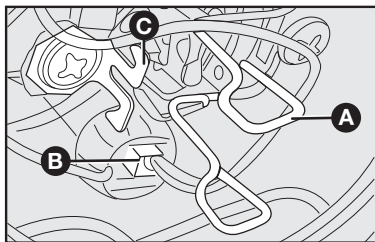

fig. 27
2) Soltar o conector **B-fig. 27**;
3) Apertar para baixo a presilha **A-fig. 27**, abrindo-a lateralmente para soltá-la da trava **C-fig. 27**;
5) Posicionar a nova lâmpada em seu alojamento, reenganchar a presilha de fixação **A-fig. 27** e encaixar o conector **B-fig. 27**;